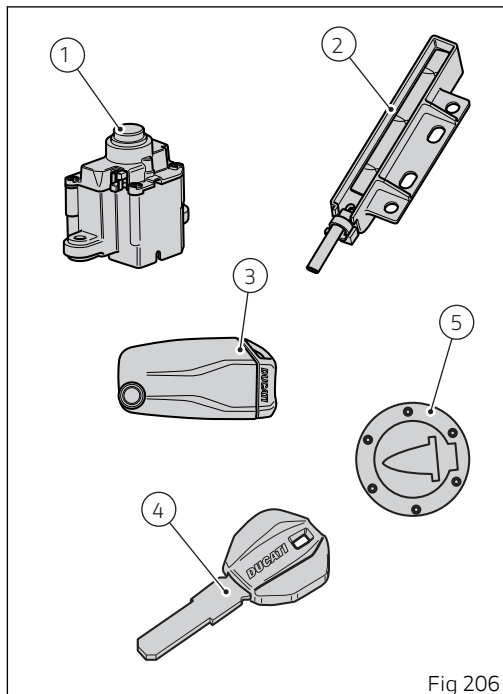

Fig 206
Il blocco "Hands free" (1, Fig 206) è posto sulla parte anteriore del serbatoio e per accedervi è necessario rimuovere il coperchio di protezione (8) sollevandolo verso l'alto.
Il key-on si ha premendo il tasto (6) al manubrio e con la presenza della chiave attiva (3, Fig 206).
Il key-off si ha premendo il tasto (6) al manubrio, avviene anche senza chiave (3, Fig 206) solo con velocità veicolo uguale a zero.
Il key-on si ha premendo il pulsante (7) sul blocco Hands free (1, Fig 206) e con la presenza della chiave attiva (3, Fig 206).
Il key-off si ha premendo il pulsante (7) sul blocco Hands free (1, Fig 206), avviene anche senza chiave (3, Fig 206).
Il key-on si ha premendo il tasto grigio (6) al manubrio e con la presenza della chiave passiva (4, Fig 206).
Il key-off si ha premendo il tasto grigio (6) al manubrio, avviene anche senza chiave (4, Fig 206) solo con velocità veicolo uguale a zero.
Il key-on si ha premendo il pulsante (7) sul blocco hands free e con la presenza della chiave passiva (4, Fig 206).
Il key-off si ha premendo il pulsante (7) sul blocco Hands free (1, Fig 206), avviene anche senza chiave (4, Fig 206).
Il key-on si ha premendo il pulsante (7) sul blocco hands free(1, Fig 206) senza la presenza delle chiavi (3) e (4) ed inserendo il pin code attraverso il cruscotto.